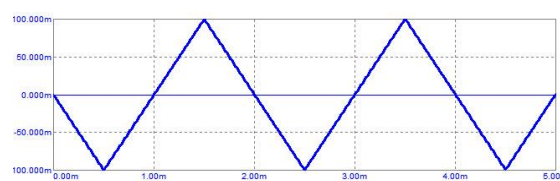

Рисунок 5 – Импульсы тока в катушке L1
3.2. Рассчитать индуктивность катушки L1 для получения треугольного тока, амплитудой 100 мА (рисунок 5).